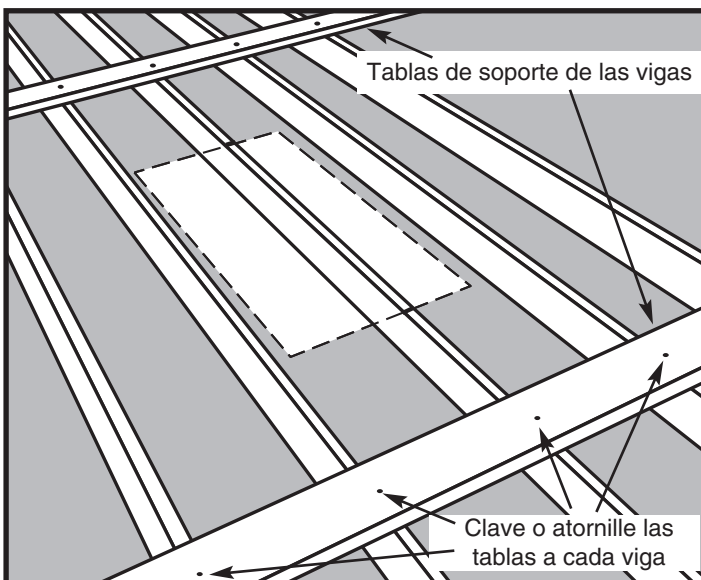

Figura 9
Paso 2. Corte dos (2) tablas del tamaño de las vigas, y de longitud suficiente para atravesar dos (2) vigas a cada lado de la ubicación elegida (vea la Figura 9). Estas tablas sostendrán las vigas que se cortarán, y ayudarán a que el cielorraso no se hunda o se desplome por completo cuando usted esté trabajando en el espacio superior.
Paso 3. Coloque estas tablas aproximadamente a 60.9 cm (24") del borde de la ubicación elegida, y clávelas (vea la Figura 9).